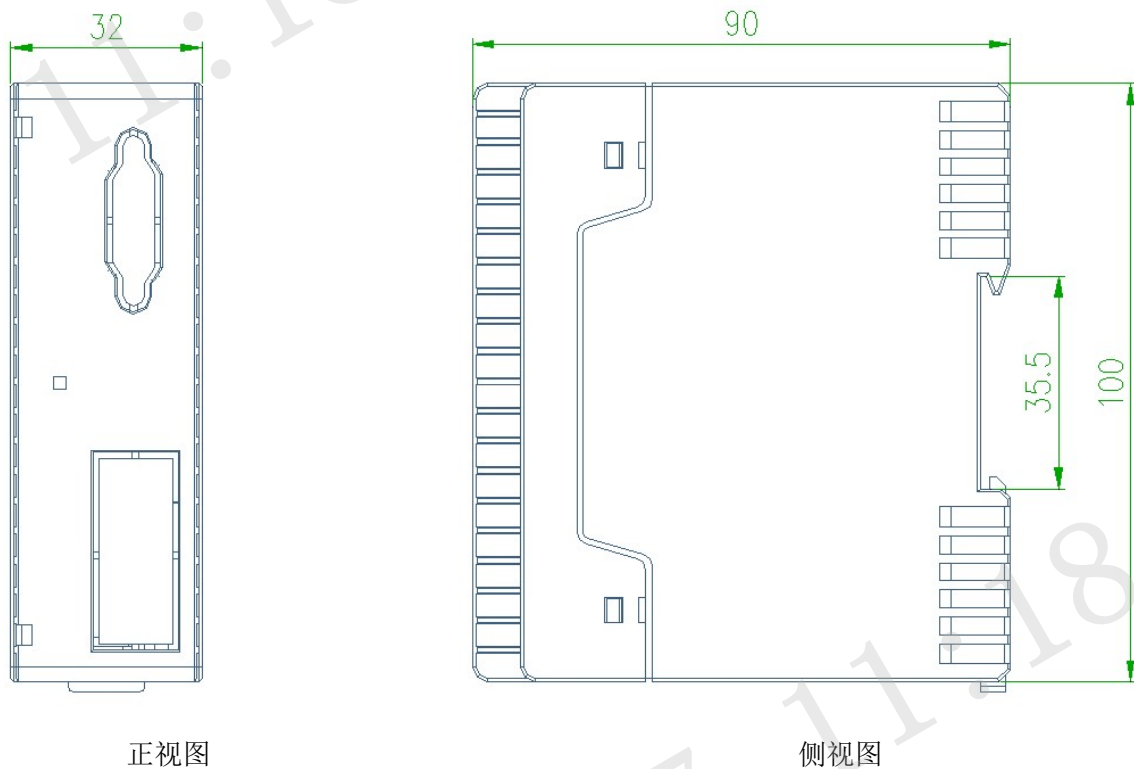

图 7 PROFINET、单路 PROFIBUS_DP、以太网通讯模块外形尺寸
5.2.2 PROFINET 通讯模块、单路 PROFIBUS_DP 通讯模块、以太网通讯模块外形尺寸如图 7 所示，各通讯模块采用导轨安装：